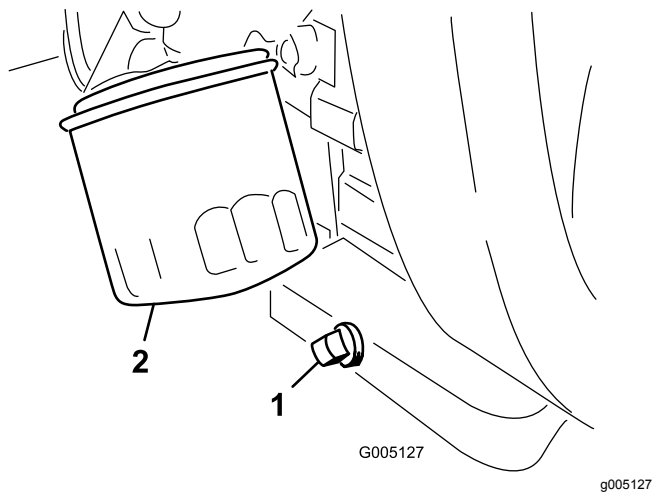

Bild 34
1. Entfernen Sie die Ablassschraube (Bild 34) und lassen Sie das Öl in die Auffangwanne ab.
2. Reinigen Sie das Gewinde der Ölablassschraube, bringen Sie etwas PTFE-Dichtmittel auf und schrauben Sie die Ablassschraube wieder auf (Bild 34).
3. Entfernen Sie den Ölfilter (Bild 34).